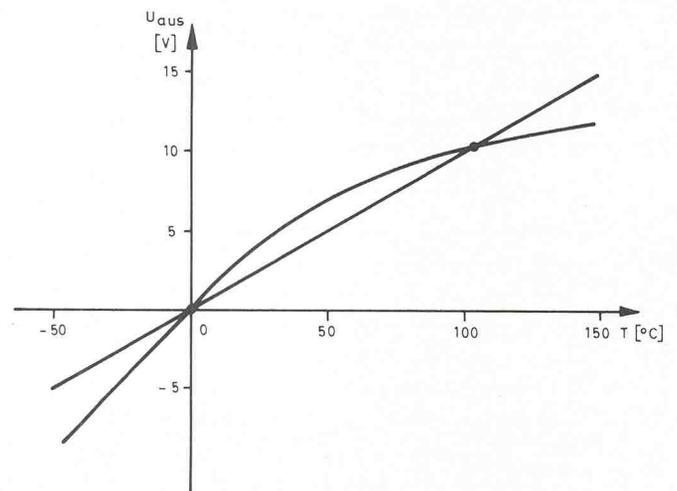

Bild 10. Näherung an die Gerade durch Zwei-Punkt-Abgleich (stark vergrößerte Darstellung).
- Nach diesem doppelten Abgleichvorgang ist die Ausgangsspannung/Temperatur-Kennlinie der idealen Geraden optimal angenähert. Bild 10 stellt die erreichte Situation dar, wobei die Nichtlinearität zum besseren Verständnis sehr stark übertrieben wurde.